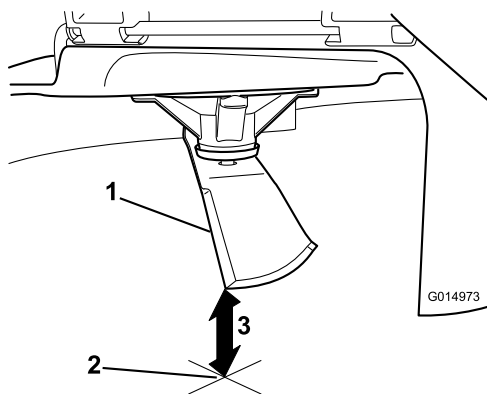

**Figura 60**
2. Llevando guantes fuertemente acolchados u otro tipo de protección apropiada para las manos, gire lentamente la cuchilla hasta una posición que permita medir la distancia entre el filo de corte y la superficie nivelada en la que descansa la máquina (Figura 60).